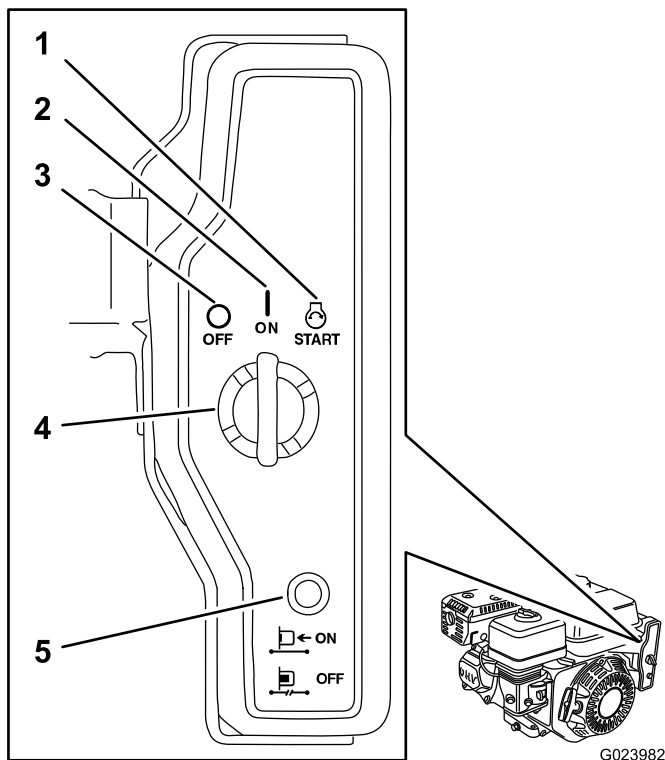

Figure 20
5. Tournez la clé en position de démarrage et maintenez-la à cette position jusqu'à ce que le moteur démarre (Figure 20).